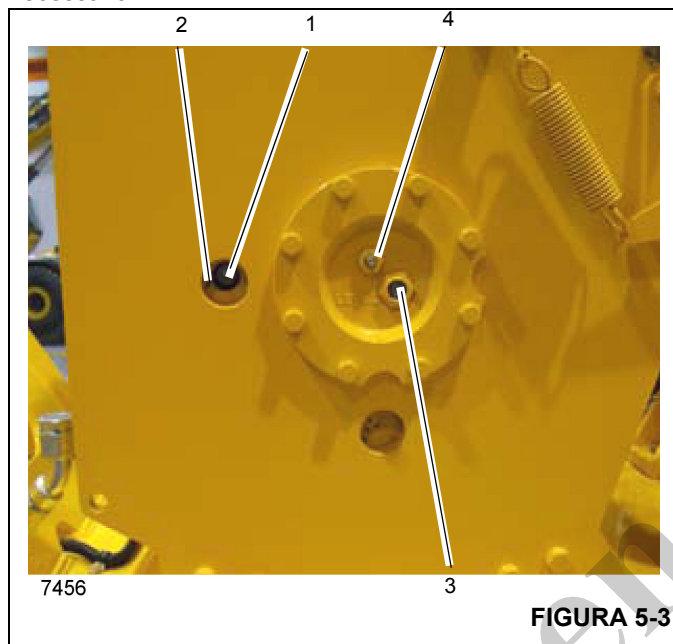

FIGURA 5-3
NOTA: Não alinhar o bujão de enchimento/dreno (1) com o furo de acesso superior (2) conforme mostrado na (Figura 5-3) antes de verificar o nível do óleo pode resultar em uma leitura imprecisa.
1. Gire o tambor do guincho até que o bujão de enchimento/dreno (1) apareça no furo de acesso superior (2) mostrado na (Figura 5-3).